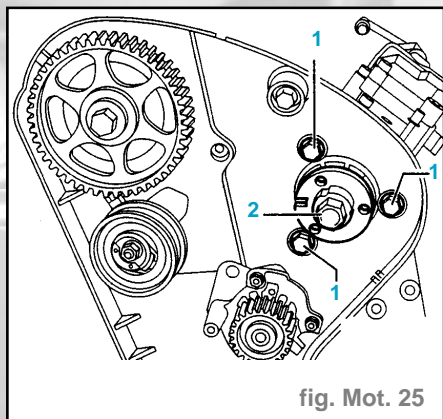

fig. Mot. 25
- Dévisser les vis de fixation (1) de la console (fig. mot. 25).